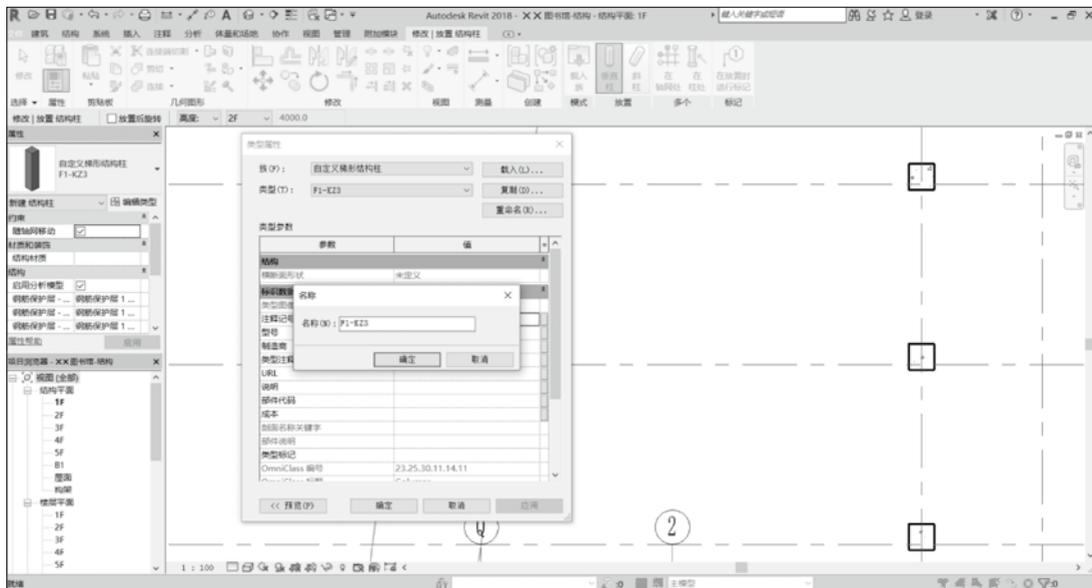

图 3.1.19 新建结构柱
(9) 单击“修改|放置 结构柱”上下文选项→“放置”面板→“垂直柱”工具，在“属性”面板中选择“自定义梯形结构柱”，单击“编辑类型”按钮，在弹出的“类型属性”对话框中单击“复制”按钮，输入名称“F1-KZ3”，单击“确定”按钮，如图 3.1.19 所示。